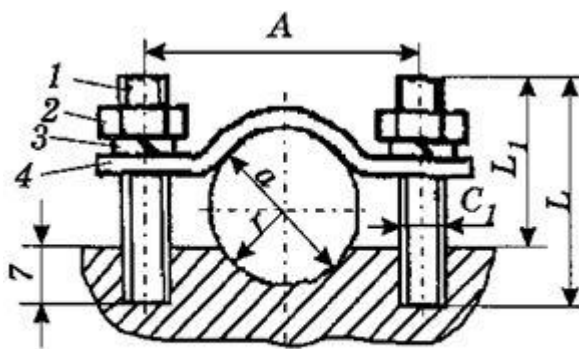

Рис. 14. Зажим типа ЗШ2С.
6. Назовите элемент 1, изображенный на рис. 14: